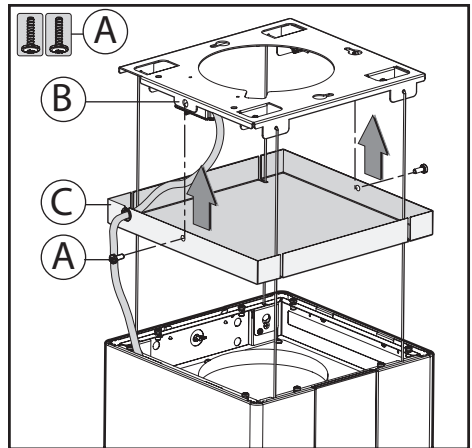

Fig.7
- Prendere la cornice estetica **C** e tramite le 2 viti **A** fissarla alla struttura **B** fig.7.